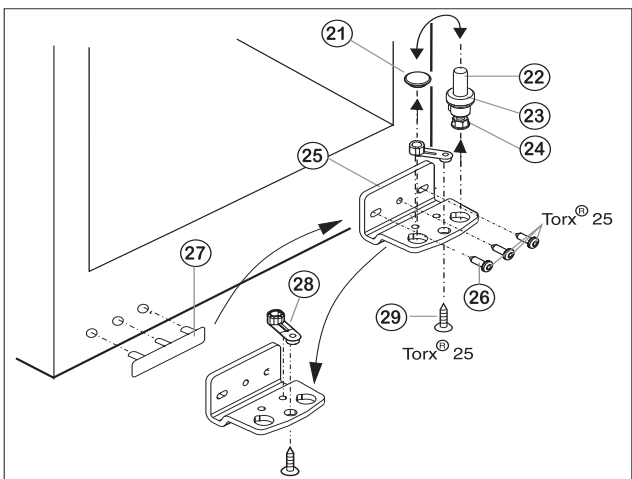

Fig.3
- Ložiskový čep Fig. 3 (22) včetně podložky Fig. 3 (23) a seřizovací nožky Fig. 3 (24) vytáhněte nahoru.
- Zátku Fig. 3 (21) odstraňte.
- Stojan ložiska Fig. 3 (25) odšroubujte Fig. 3 (26).
- Ložiskový díl Fig. 3 (28) odšroubujte Fig. 3 (29) a přemístěte jej do protilehlého upínacího otvoru stojanu ložiska, pak ho znovu pevně přišroubujte.
- Krytku na straně madla Fig. 3 (27) opatrně vytáhněte a přemístěte na druhou stranu.
- Stojan ložiska Fig. 3 (25) na nové straně závěsu zase přišroubujte příp. pomocí akumulátorového šroubováku (momentem 4 Nm).
- Zátku Fig. 3 (21) zase vložte do druhé díry.
- Ložiskový čep Fig. 3 (22) včetně podložky a seřizovací nožky zase nasadte. Přitom dávejte pozor, aby zajišťovací vačka směřovala dozadu.